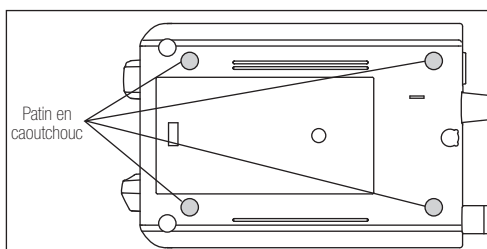

Fig. 5
- 2) Montez les patins en caoutchouc à l'endroit approprié indiqué sur la Fig 5.